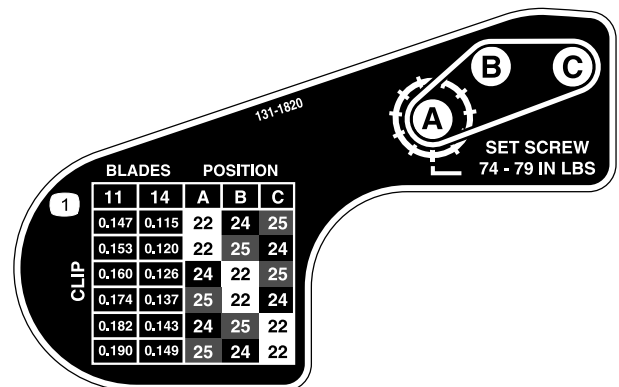

图22
6. 使用图22上的标贴中所示的图表确定您需要的切距设置及您需要移动皮带轮。
9. 按标贴 (图22) 中所示的新配置安装每个皮带轮。